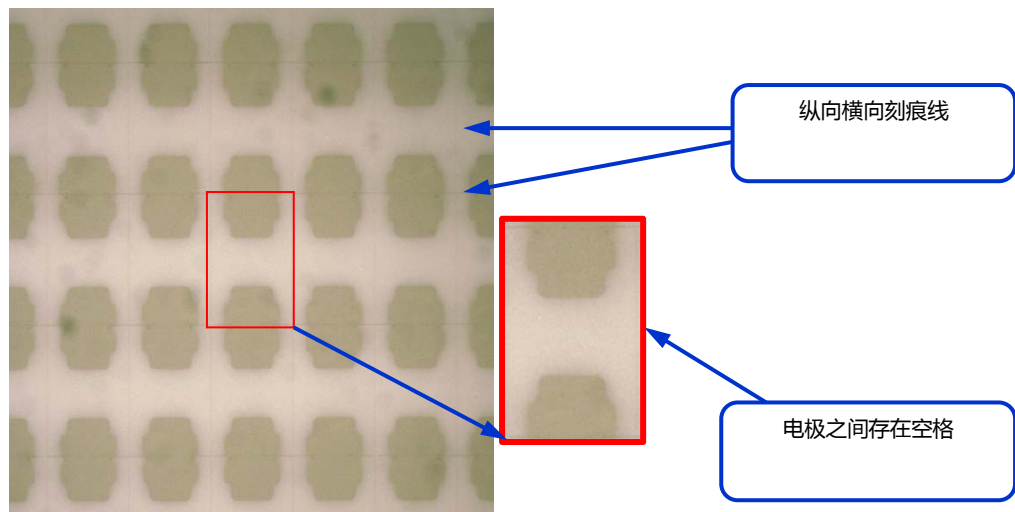

图 1 正电极印刷图片
1.1 电阻正面电极印刷的照片(如下图 1)可以看出，正面电极粒状印刷。